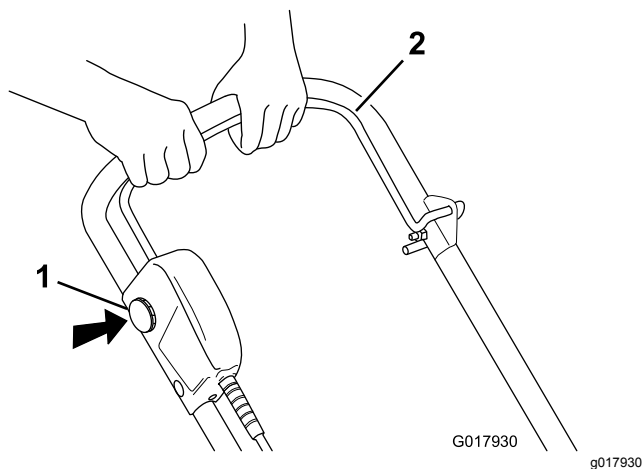

Figura 10
1. Para ligar o motor, insira a chave, pressione e mantenha pressionado o interruptor de segurança e aperte a barra de controlo de energia para a pega (Figura 10).